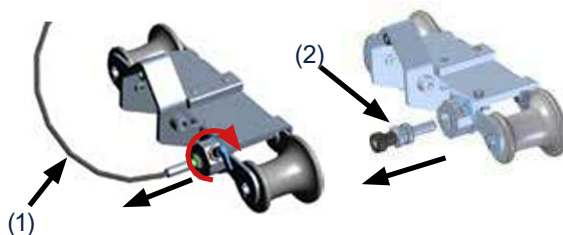

Fig 71.
1. Retirer le câble de frein, Pos. 1 et le bouchon, Pos 2, Fig 71. Le chariot est maintenant maintenu en position par les freins.